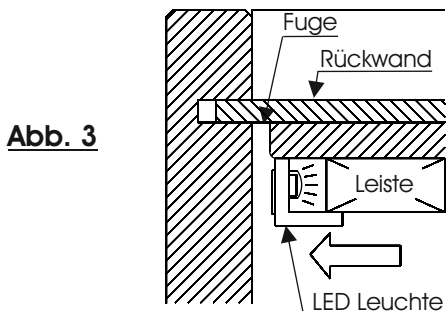

**Abb. 1**
1. Bohren Sie in der rechten und linken oberen Ecke (Abb. 1) mit einem 8mm Bohrer durch die Rückwand. Diese Bohrung benötigen Sie zur Verlegung der Anschlussleitungen. (Abb. 1)
2. Die Beleuchtung wird Ihnen mit einem Winkelprofil geliefert. Bedingt durch den Ausgang der Zuleitung gibt es ein rechtes und ein linkes Profil. Achten Sie darauf, dass die Kabel der Beleuchtung nach oben geführt sind. (Abb. 1) Ziehen Sie die Anschlussleitung der Leuchte durch die Bohrung.